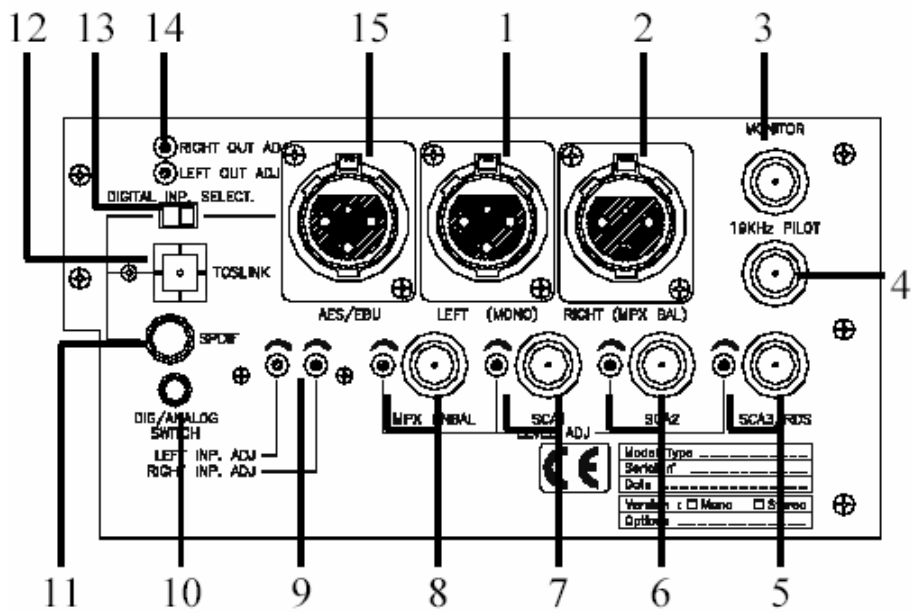

图 4-6 RVR PTX-LCD 激励器 AUDINP-DIG 选件面板图
(2) AUDINP-DIG（数字音频接口）选件的后面板布局如图 4-6 所示。